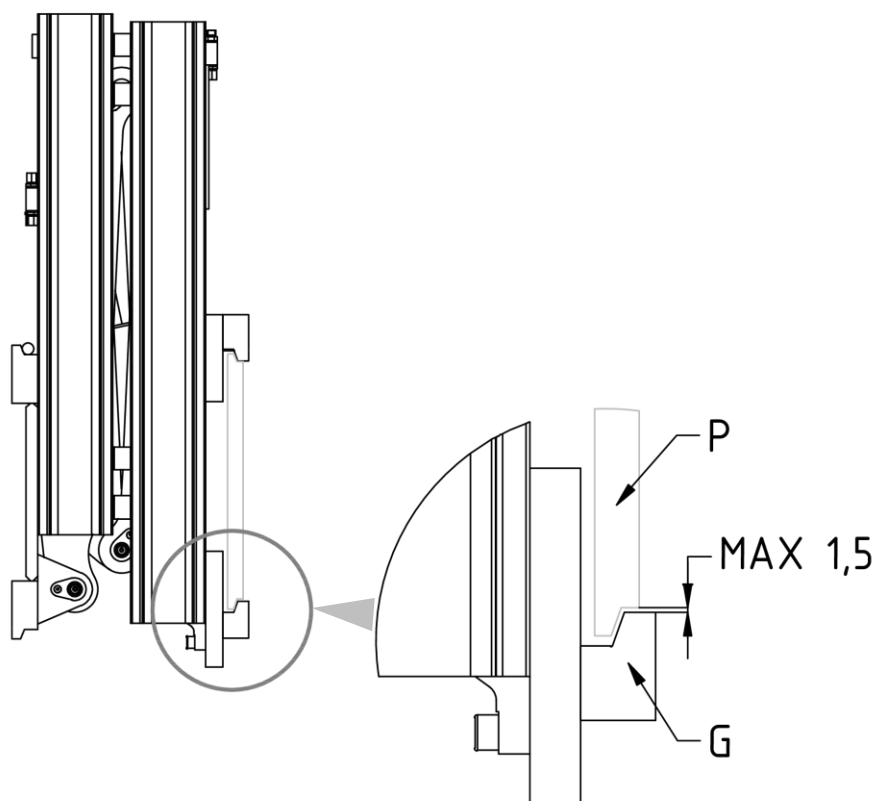

Figura 4
7. Atornillar los dos ganchos inferiores **G** para que su cuerpo quede enganchado debajo a la placa porta horquillas **P** (con un juego máximo de 1,5 mm, mira *Figura 4*), apretando con el par de apriete indicado en la *Tabla 3*.
3. Verificar la holgura entre la parte inferior de la plancha porta horquillas y los ganchos inferiores del implemento, verificando que sea como se indica en *Figura 4* (pag.11) y, si es necesario, intervenir en el apriete de los tornillos que los sostienen.